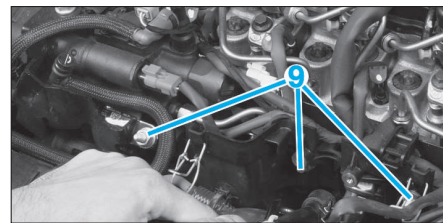

FIG. 53
- les vis de fixation (6) puis le couvercle du protecteur de rampe d'injection (7),
- les vis (8) de fixation du conduit de la jauge à huile puis l'écarter.
- les vis de fixation (9) puis le protecteur de rampe d'injection (Fig.53).